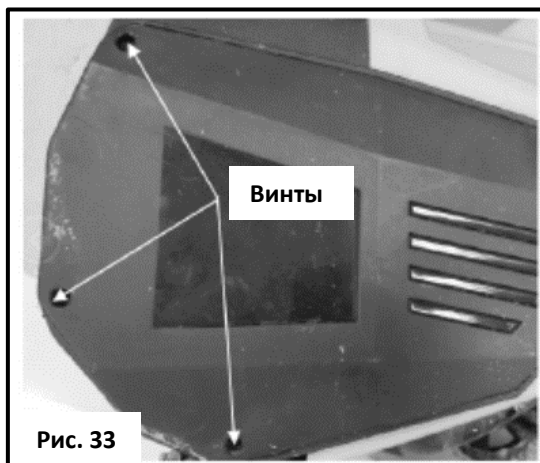

Рис. 33
- После установки ремня установите на место боковую панель и зафиксируйте тремя винтами. (см. рис. 33).